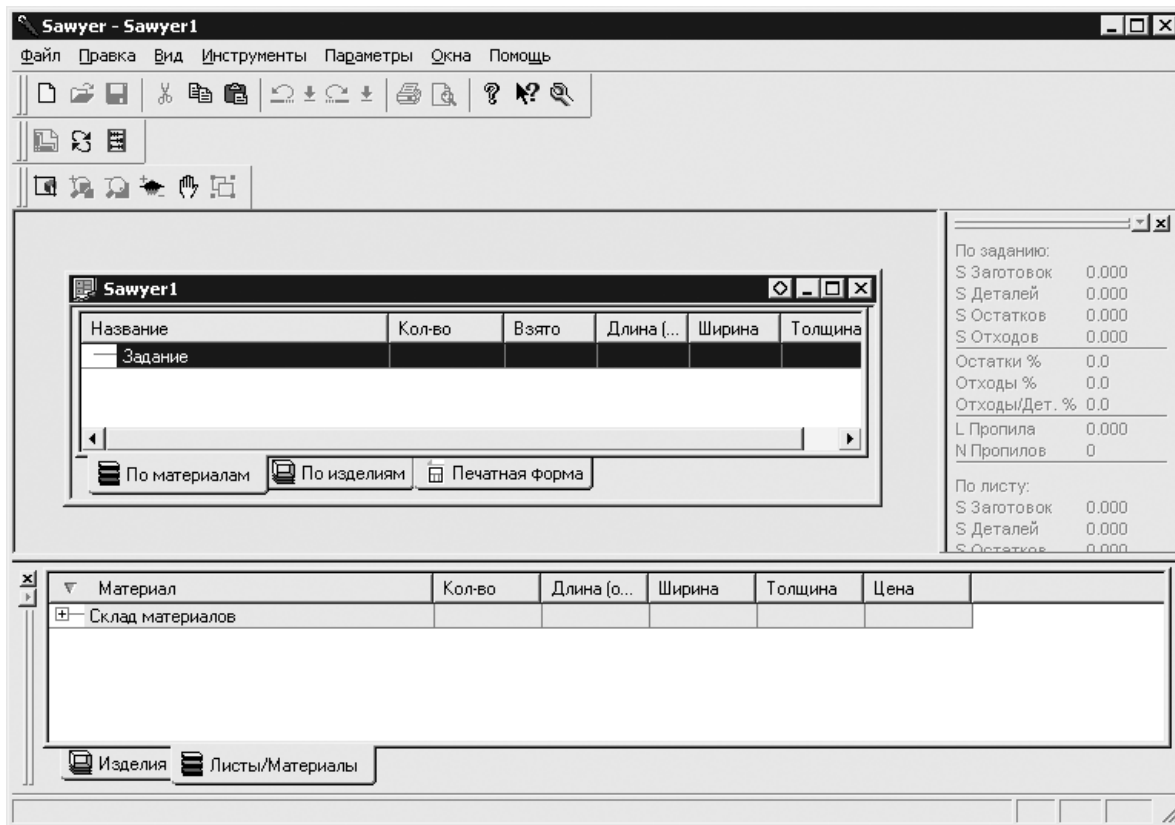

Рис. 7.8
1. Выполнить команду **Файл** ▶ **Новый** или нажать кнопку **Новый** на панели **Команды** — откроется окно **Sawyer1**, в котором будет вноситься задание на раскрой (рис. 7.8).
6. Внести в задание на раскрой размеры и количества заготовок, которые можно использовать, перейдя на вкладку Листы/Материалы в окне Менеджер БД (см. рис. 7.8) и перенеся требуемые заготовки в задание, перетаскив их с помощью мыши.